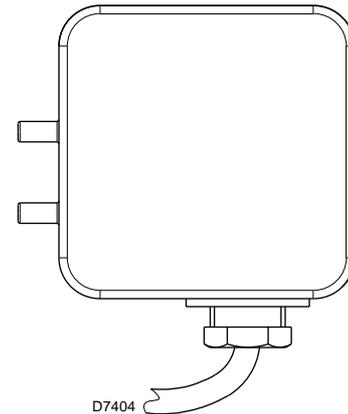

Abb. 23
- Stellen Sie den Luftdruckwächter (Abb. 23) auf den Skalenanfangswert ein.
Die Einstellung des Luftdruckwächters erfolgt, nachdem alle anderen Einstellungen des Brenners bei auf den Skalenanfang eingestellten Luftdruckwächter vorgenommen wurden (Abb. 23).